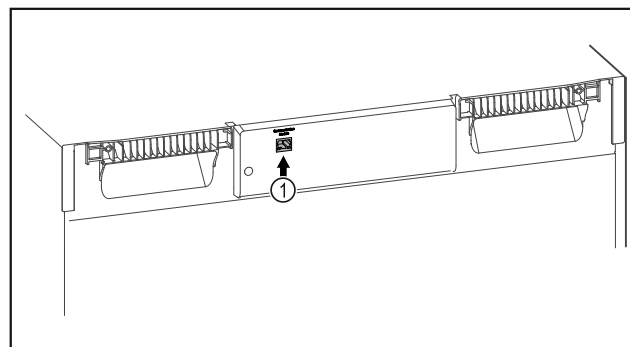

Fig. 103
- Използва се SmartModule Fig. 103 (1).